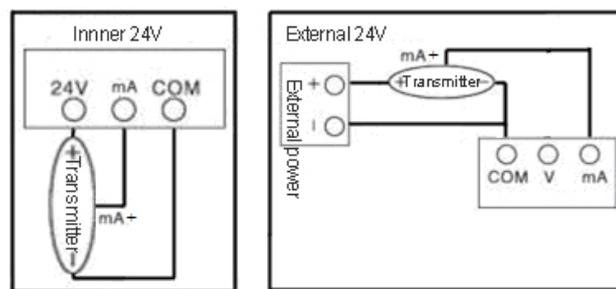

Abbildung 7.7.0
1. Verbinden Sie den Druckmessumformer und das B2i mit derselben Druckpumpe, wobei Sie die interne 24V-Spannung als Beispiel verwenden können. Verbinden Sie die Ausgangsklemme „24 V“ des B2i mit dem roten Kabel mit der „+“-Klemme des Messumformers. Schließen Sie die „COM“-Eingangsklemme des B2i an. Die Eingangsklemme „mA“ des B2i ist über ein Stylus-Kabel mit der Signalausgangsklemme „mA+“ des Messumformers verbunden (elektrische Verbindung siehe Abbildung 7.7.0). Für eine externe 24-V-Spannungsversorgung: Siehe die rechte Abbildung.